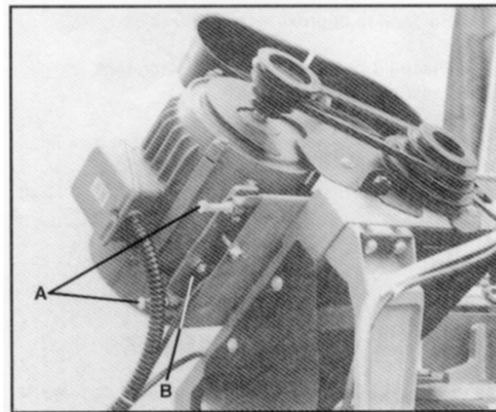

Fig. 5
2. Draai de klemmschroef (A, Fig.5) van de motorplaat los.
3. Draai de schuifbout (B) van de motorplaat los totdat de riem op de riemschijven bevestigd kan worden.
5. Draai de schuifbout (B) van de motorplaat vast om de riem weer op te spannen.
6. Draai de klemmschroef (A) van de motorplaat vast.